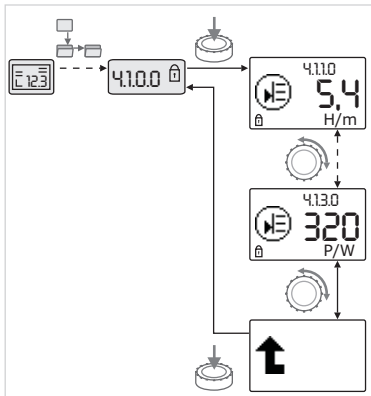

Fig. 42: 정보 호출
- 조작 버튼을 돌리면 현재 하위 메뉴의 “정보” 유형 메뉴 항목이 구동됩니다(Fig. 42 참조). 심벌 및 세팅에 대한 설명은 다음 장의 표를 참조하십시오(8.7 “참조 메뉴 항목” 페이지 34).